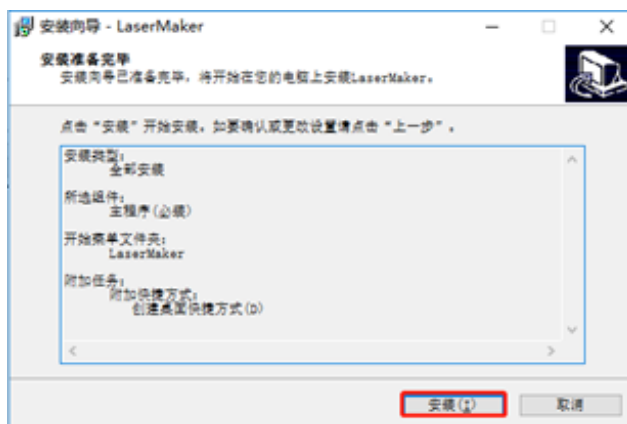

图 1-5
5. 进入安装向导，单击【安装】，如图 1-5 所示，待进度完成后，LaserMaker 软件的安装就完成了。